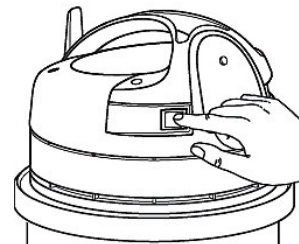

Abb. 11: EIN / AUS Schalter
Schritt 3: Stecken Sie den Stecker in die Steckdose und schalten Sie das Gerät am EIN/AUS Schalter ein (Abb.11).